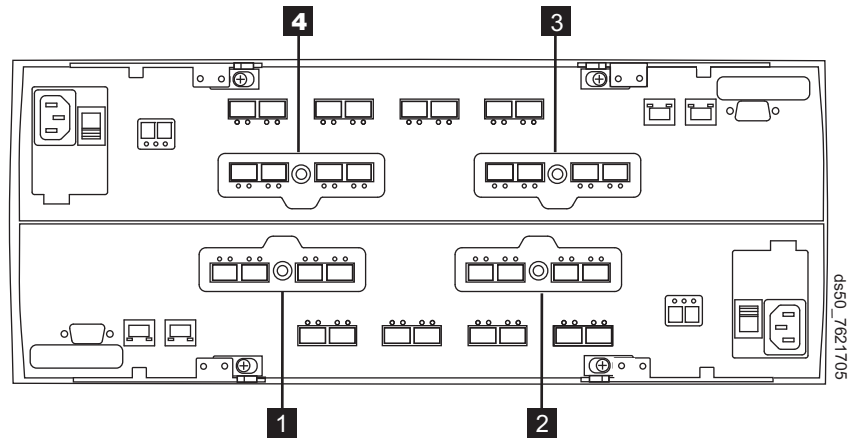

図 126. コントローラー A および B のホスト・インターフェース・カード・スロット
15. 取り外すホスト・インターフェース・カードを見つけます。 231 ページの図 126 に示されている番号付きの位置について説明している 231 ページの図 126 および 231 ページの表 57 を参照してください。